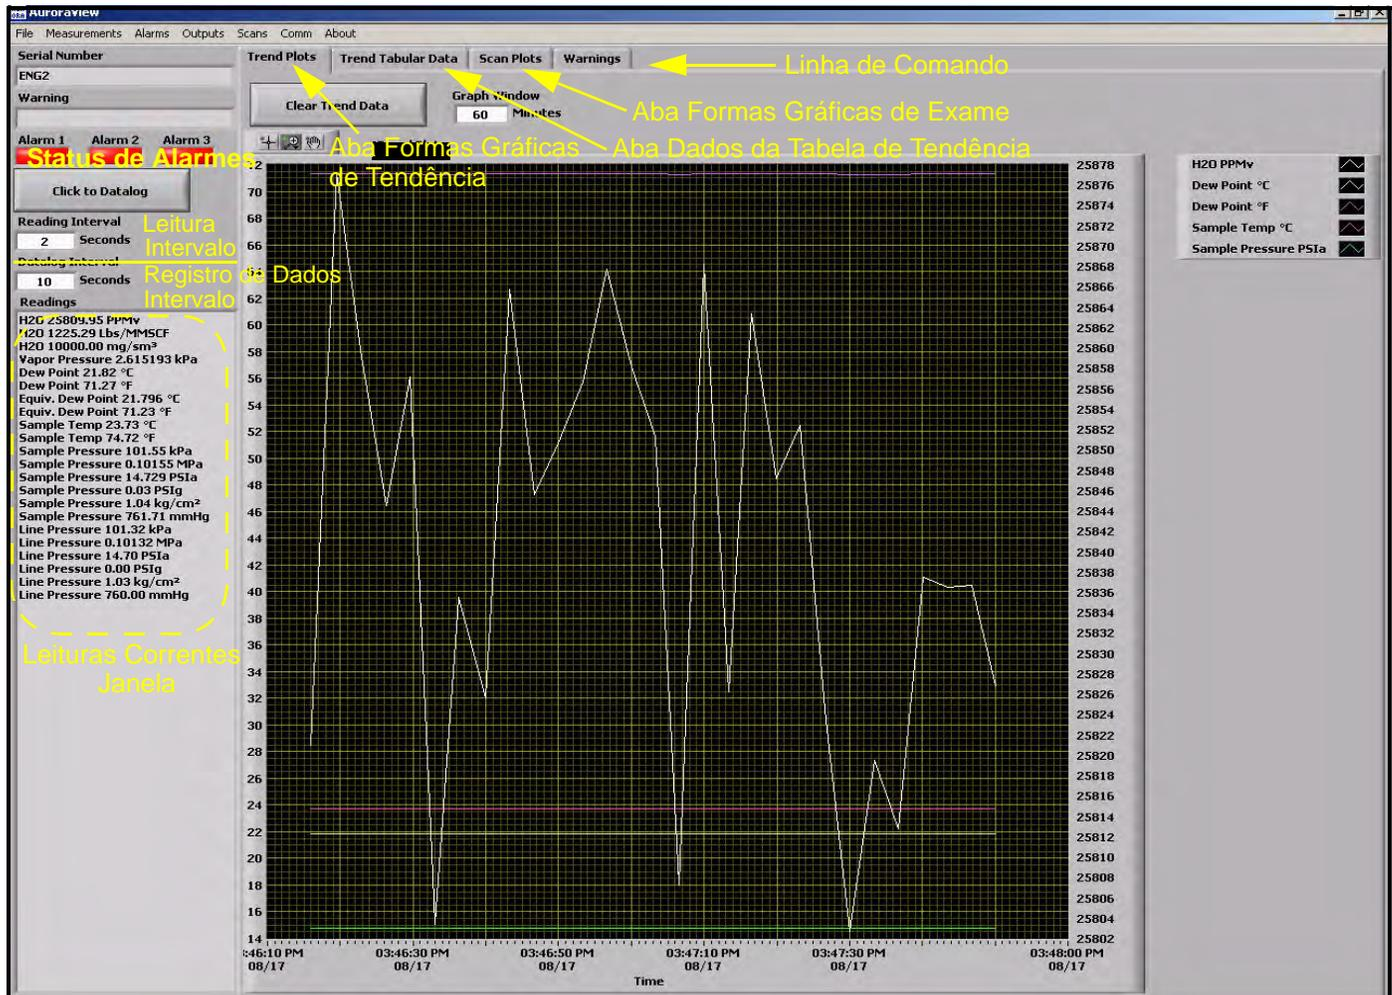

Figura 50: Tela Principal do AuroraView
2. O AuroraView irá carregar e exibir uma tela similar a *Figura 50*.